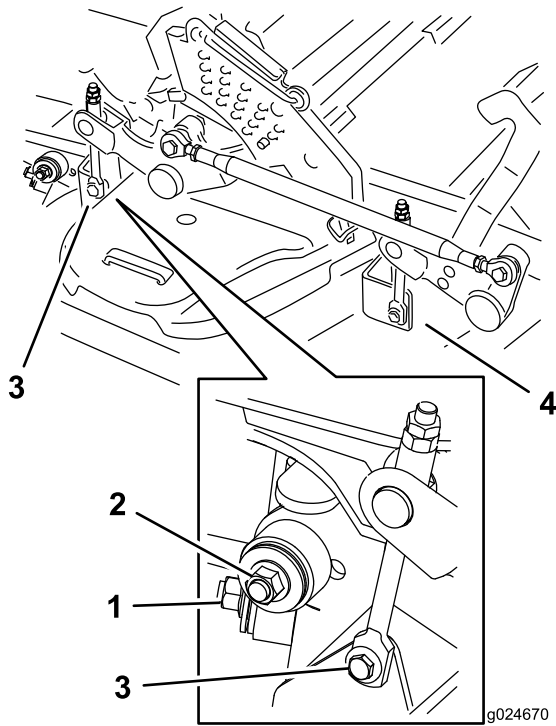

Figura 96
7. Retire y guarde los herrajes de ambos lados de la carcasa, según se muestra en Figura 96.